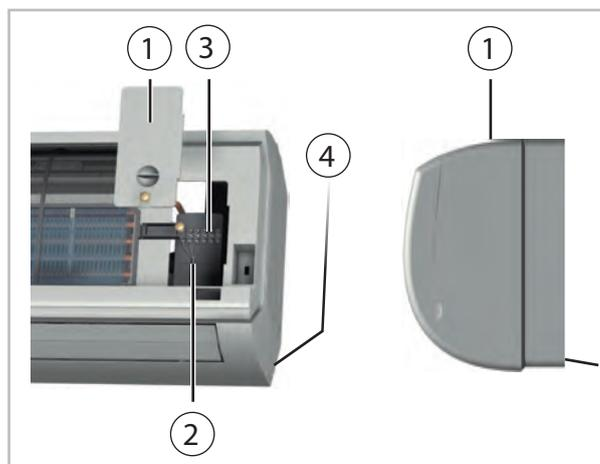

Abb. 28: Anschluss des Innengerätes
2. ➤ Lösen Sie die Abdeckungen auf der rechten Seite (Abb. 28).
3. ➤ Klemmen Sie die bauseits verlegte Steuerleitung an den Klemmen an (Abb. 28).